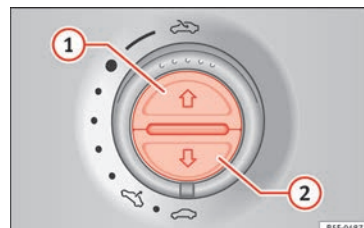

Fig. 141 En el revestimiento interior del techo: teclas de la cortinilla parasol.
Abrir completamente (función automática)	Pulse la tecla » fig. 141 ① brevemente.
- El conmutador debe estar en la posición de “cerrado” »  **pág. 19 ①**.
- **Techo panorámico corredizo:** Durante los 5 segundos siguientes tras dispararse la función antiaprisionamiento, mantenga el mando tirado hacia atrás »  **pág. 19** (flecha **⑤**) hasta que el techo panorámico corredizo quede completamente cerrado.
- **Cortinilla parasol:** Durante los 5 segundos siguientes tras dispararse la función antiaprisionamiento, pulse la tecla » **fig. 141 ②** hasta que la cortinilla quede completamente cerrada.